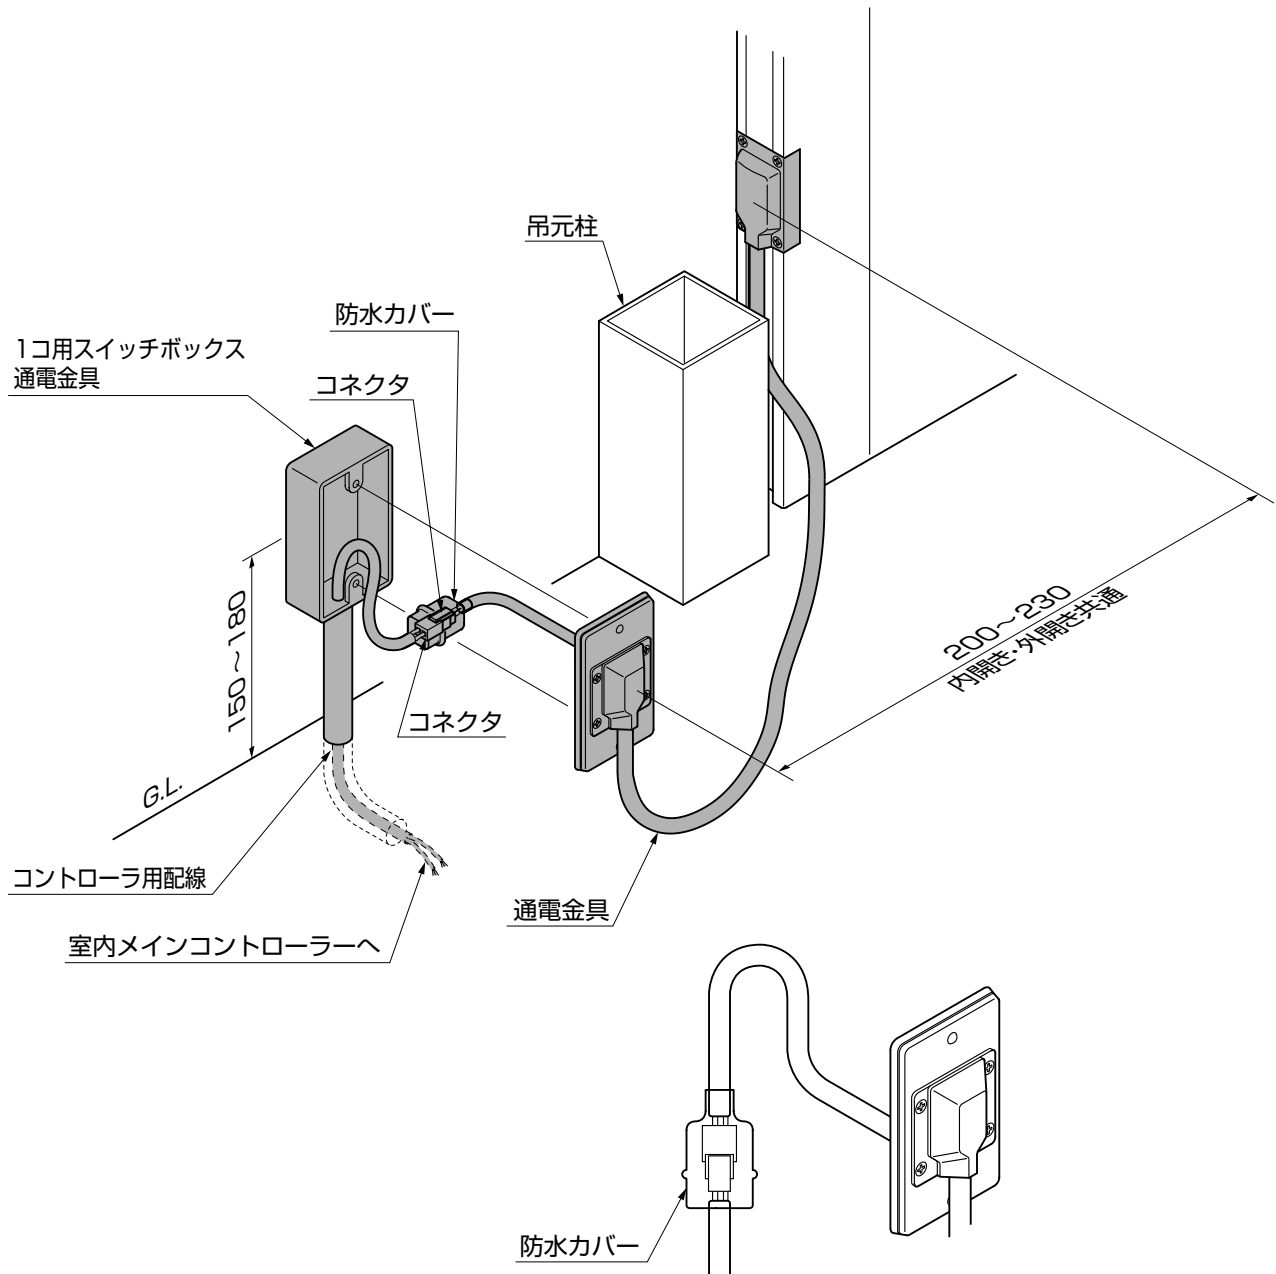

図12-2
- 通電金具側のコネクタに取付いている防水カバーが必ず上側になるようにスイッチボックス内に納めてください。(図12-2参照)